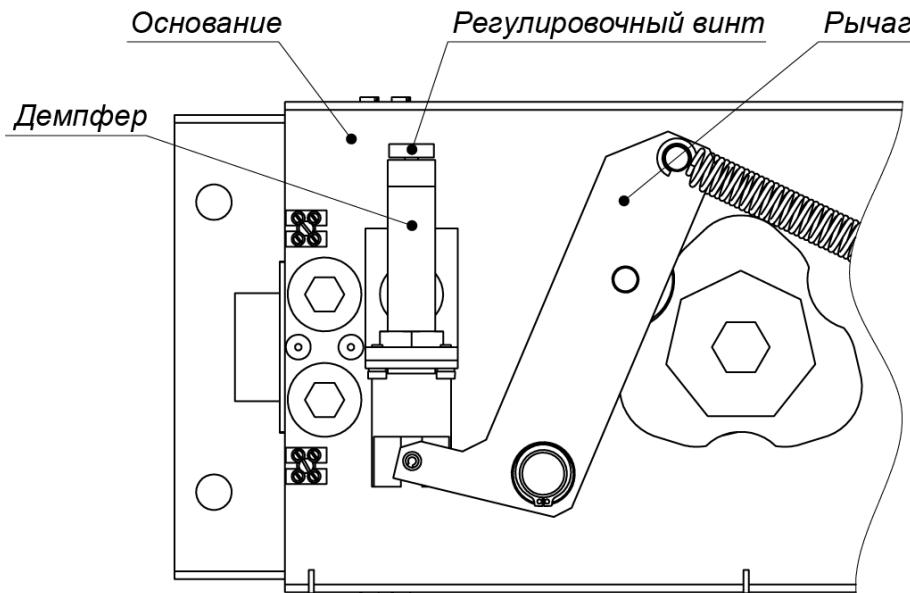

Рисунок 23. Демпфер турникета PERCo-RTD-16.2
- Снимите крышку (9) с балки привода (8) (см. разд. 6).
- Отверните шестигранным ключом SW1,5 стопорный винт регулировочного винта демпфера, расположенный на торце регулировочного винта (см. рис. 23).